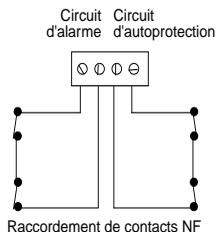

Figure 13. Raccordement de contacts NF à l'émetteur 735r
Si l'encadrement n'est pas assez large, raccorder alors un contact externe (Figure 13).
2. Raccorder les contacts NF en respectant le schéma ci-dessous (Figure 13).